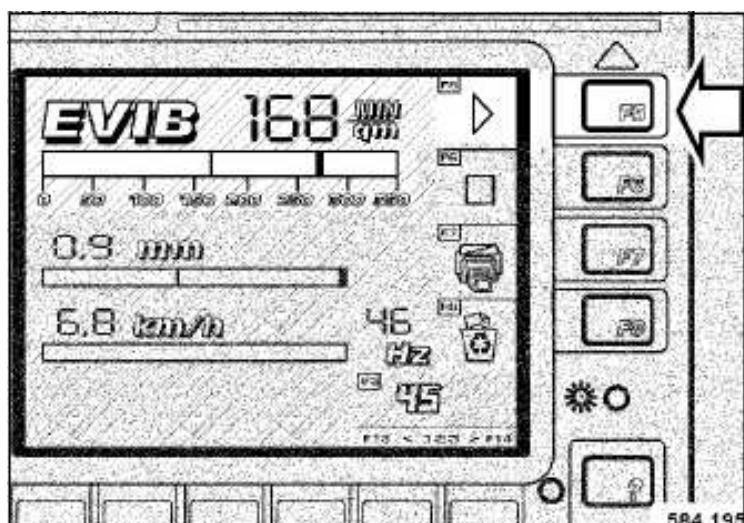

Fig. 82
- Al llegar a la marca 1 hay que pulsar la tecla F5 „START“ (Fig. 82).